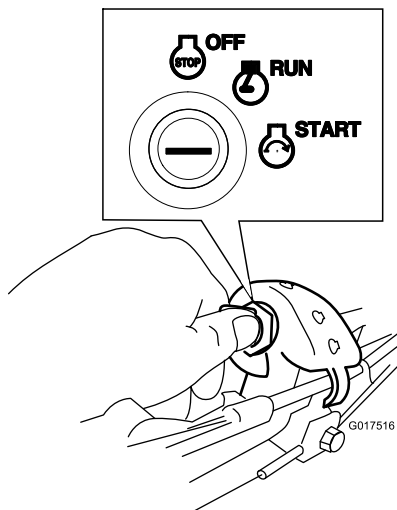

Figura 17
- Llave de contacto:** Gire la llave de contacto a la posición de Arranque y manténgala en esa posición (Figura 17); cuando el motor arranque, suelte la llave.
- Gire la llave de contacto a la posición de Marcha (Figura 17).